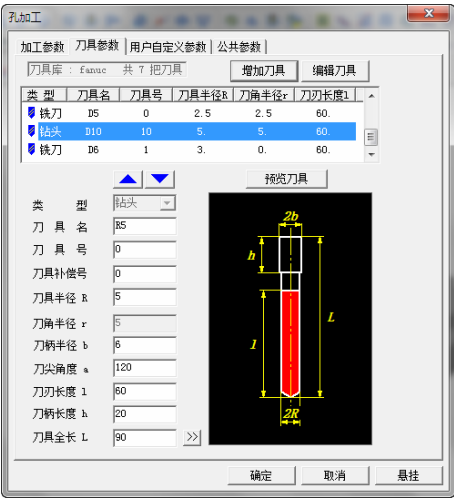
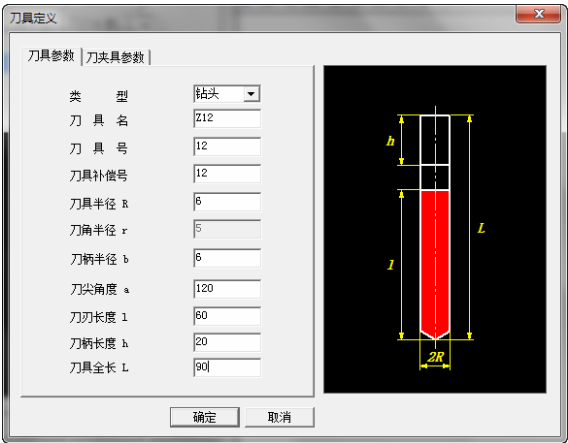

图 8-143 “刀具参数”选项卡
图 8-144 “刀具定义”对话框
2) 单击“刀具参数”选项卡,单击“增加刀具”按钮,弹出“刀具定义”对话框,设置参数如图 8-143、图 8-144 所示。